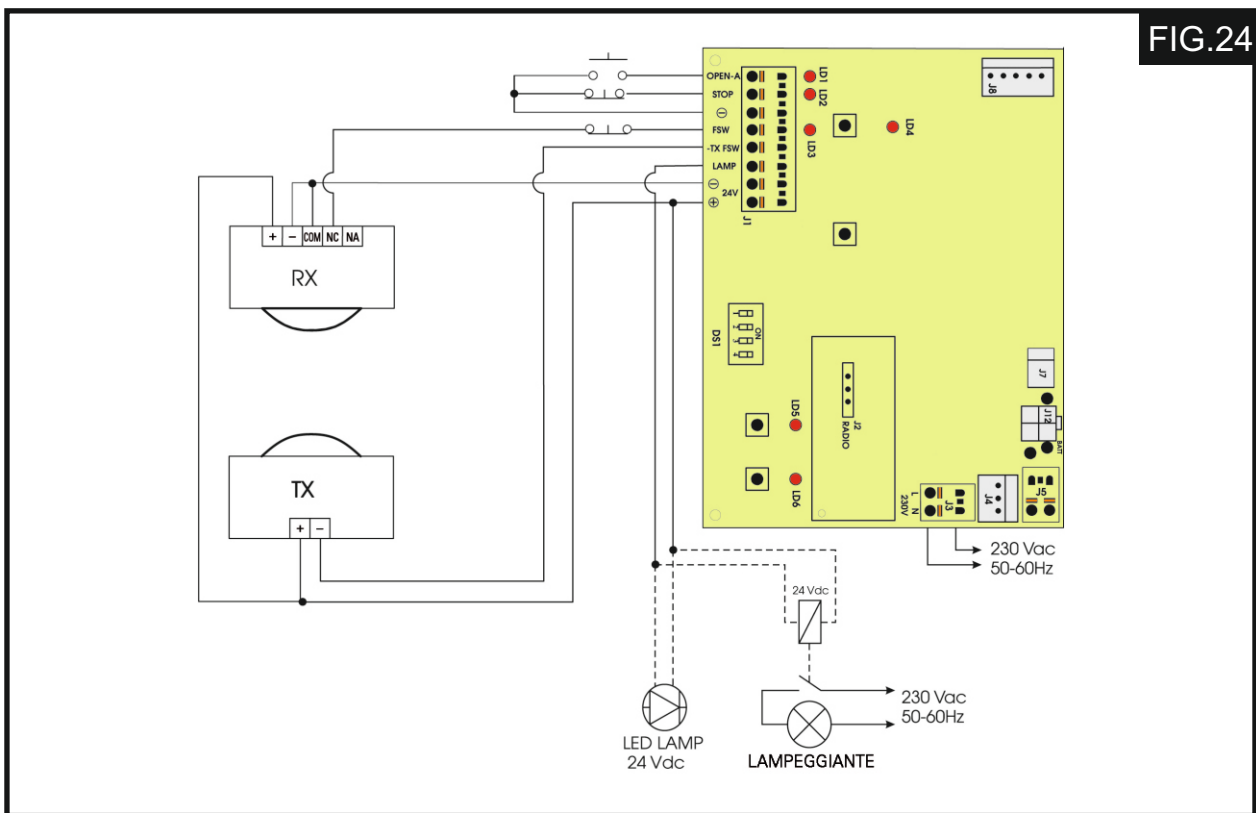

FIG.24
- Realice las conexiones eléctricas tomando como referencia la (Fig.24).